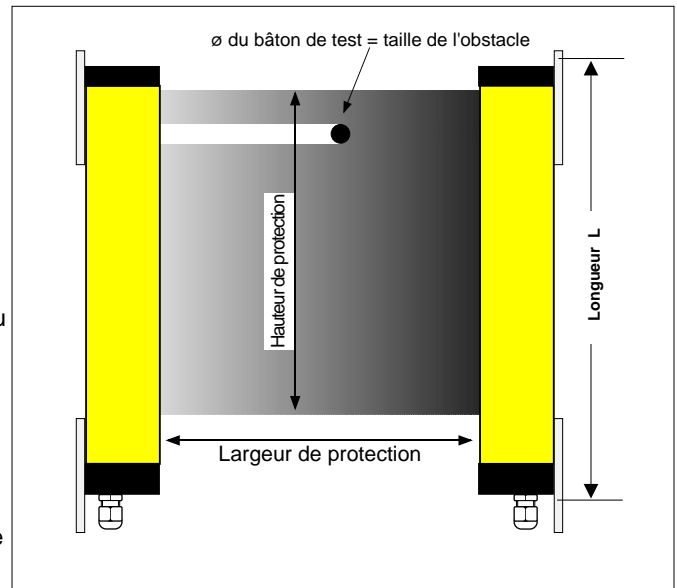

fig. 9/1 Emetteur et récepteur du champ de protection
Les rideaux immatériels de sécurité ULVT/BLVT sont composés: d'un émetteur et d'un récepteur. La distance entre ces deux éléments et leur hauteur définissent la largeur et la hauteur de la zone de protection (Fig.9/1)
- Sorties équivalentes / antivalentes (Fig. 9/1)